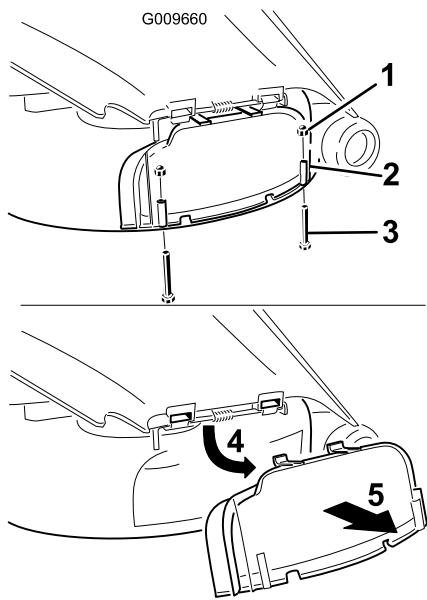

Figura 23
- Retire los 2 pernos y tuercas que fijan la tapa de descarga al cortacésped (Figura 23).